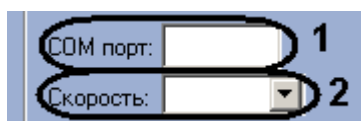

Рис. 3.2-3 Настройка подключения контроллера AAN через COM-порт
- 3.1 В поле **COM порт:** ввести номер COM-порта, через который контроллер AAN подключается к Серверу (Рис. 3.2-3, 1).
- 3.2 Из раскрывающегося списка **Скорость:** выбрать скорость подключения контроллера AAN через COM-порт (см. Рис. 3.2-3, 1).